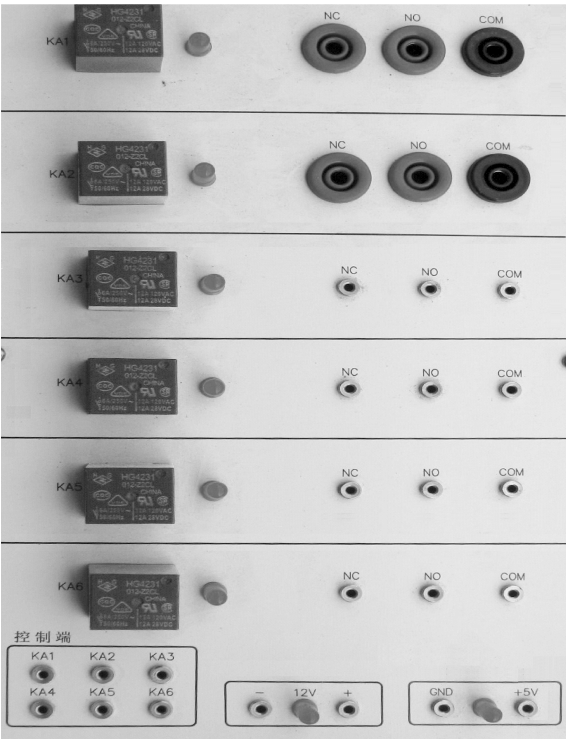

图 4-4 YL-236 单片机实训台继电器模块的实物
(2) YL-236 单片机实训台继电器模块采用了图 4-3b 所示的原理，共有 6 个继电器，其实物如图 4-4 所示。